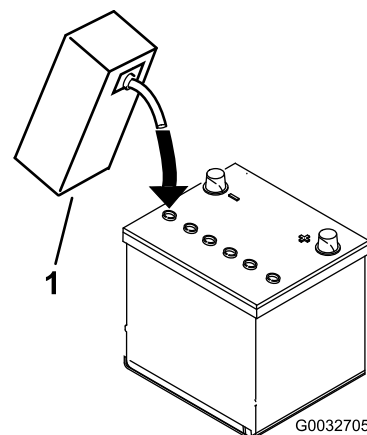

Figura 7
de aproximadamente 6 mm (1/4") de fluido (Figura 7).
4. Espere aproximadamente 20–30 minutos para que el electrolito penetre en las placas. Llene si es necesario para que el electrolito llegue a una distancia de aproximadamente 6 mm (1/4") del fondo del hueco de llenado (Figura 7).